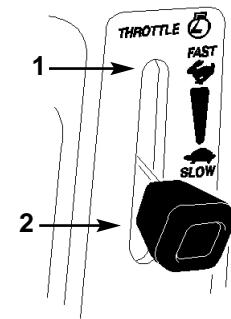

Figure 4
5. Placer la manette des gaz sur "FAST" (RAPIDE) (Fig. 4).
7. Quand le moteur a démarré, mettre le starter sur "OFF" (Fig. 4). Si le moteur cale ou hésite, ramener le starter sur "ON" pendant quelques secondes. Ramener ensuite la commande sur FAST. Renouveler l'opération le cas échéant.
1. Mettre la commande des gaz sur SLOW (LENT) (Fig. 4).